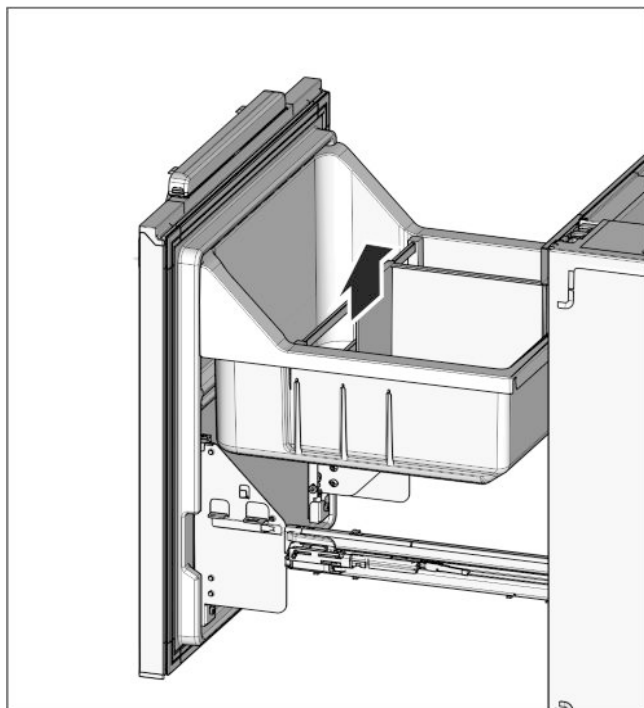

Fig. 25
- ▶ Znovu nasadte priestor na fľaše Fig. 25 (32) a vyťahovaciu vaničku Fig. 25 (31).